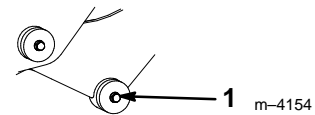

Figure 3
1. Dévisser d'environ 1,3 cm (0.5") la vis de l'axe du coutre, puis la frapper plusieurs fois avec un maillet pour déloger l'axe (Fig. 3).